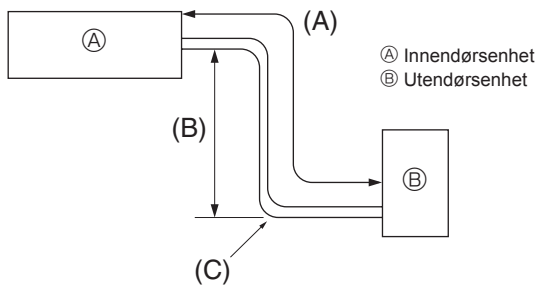

Fig. 5-1
5.1. Kjølemediurnør (Fig. 5-1)